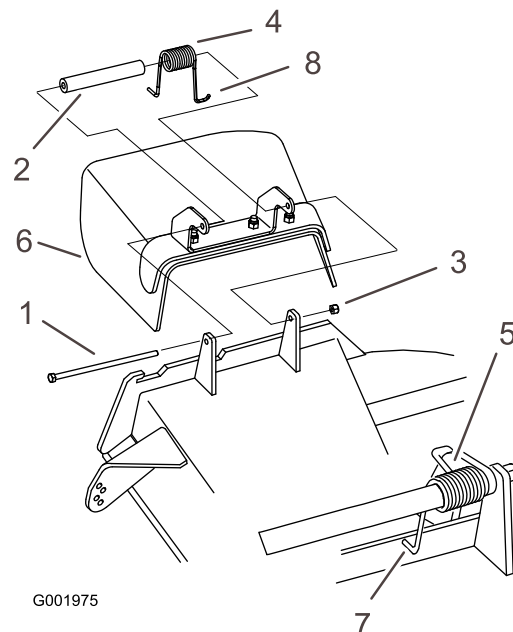

Figura 87
1. Retire la contratuerca, el perno, el muelle y el espaciador que sujetan el deflector a los soportes de pivote (Figura 87).
Nota: Asegúrese de colocar un extremo con gancho en J del muelle detrás del reborde de la carcasa antes de instalar el perno, según se muestra en Figura 87.
6. Coloque 1 extremo en J del muelle alrededor del deflector de hierba (Figura 87).